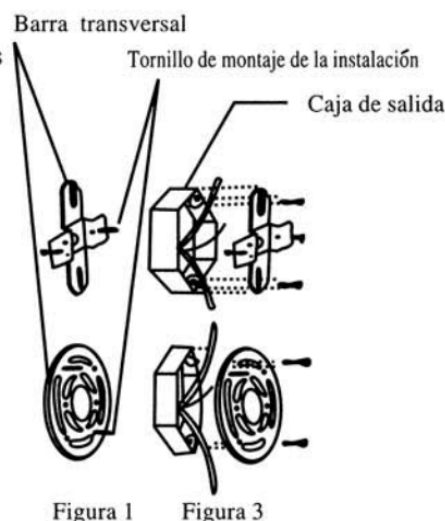

Figura 1 Figura 3
1. a) Inserte los tornillos de montaje de la instalación en los agujeros adecuados de la barra transversal. (Figura 1)